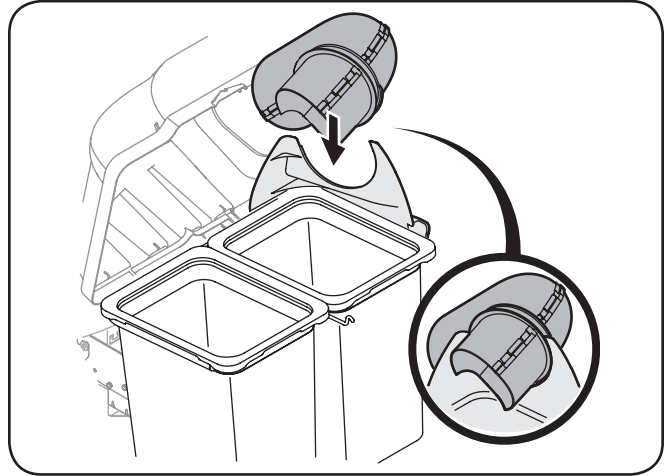

Figura 4-25
15. Con la cubierta de la embolsadora abierta, instale el canal superior sobre el adaptador, y apoye la parte superior para que el soporte del canal descansa en la ranura del canal superior. Vea la Figura 4-25.